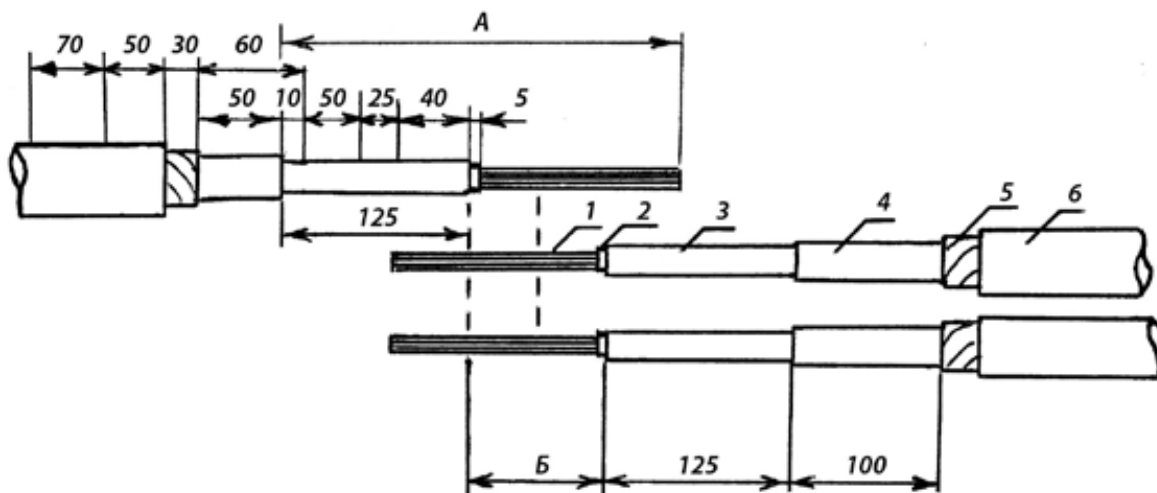

Рис.1. Размеры разделки концов кабелей при монтаже муфт МР-АБ-ТУМ:
2.1. Размеры разделки концов кабелей приведены в таблице 1. Разделка концов бронированных кабелей и места наложения расходных материалов показаны на рис.1 – 2.